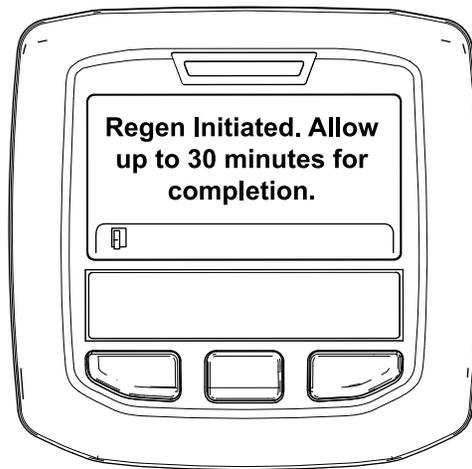

Рисунок 51
- Если регенерация разрешена, на дисплее инфо-центра появится сообщение «Regen Initiated. Allow up to 30 minutes for completion» («Регенерация запущена. Подождите 30 минут до завершения»). Подождите, пока машина не выполнит полный процесс регенерации с парковкой (Рисунок 51).